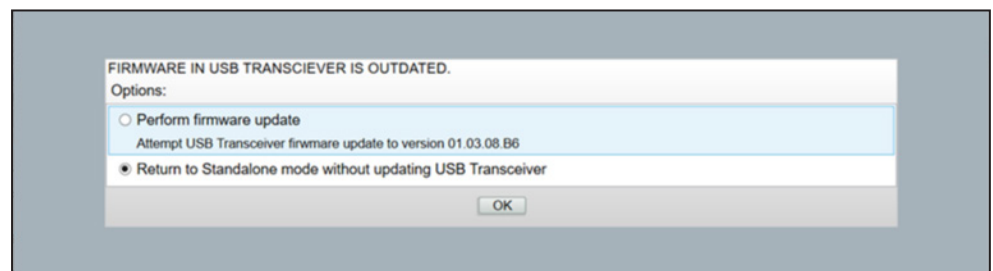
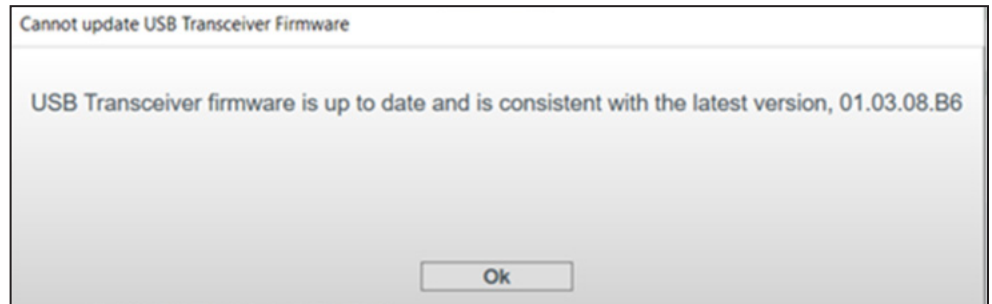

Figura 59. Menu de seleção relacionado a Firmware Desatualizado do Transceptor USB.
Figura 62. Caixa de diálogo informando a não-necessidade de atualização de firmware do Transceptor USB.
PASSO 3. Se a atualização do firmware for possível, é exibido o menu de seleção mostrado na Figura 59 (Se o firmware já estiver atualizado, é exibida a caixa de diálogo mostrada na Figura 62 na página 45).
Nota: Se o transceptor USB já estiver atualizado é exibida a caixa de diálogo mostrada na Figura 62.